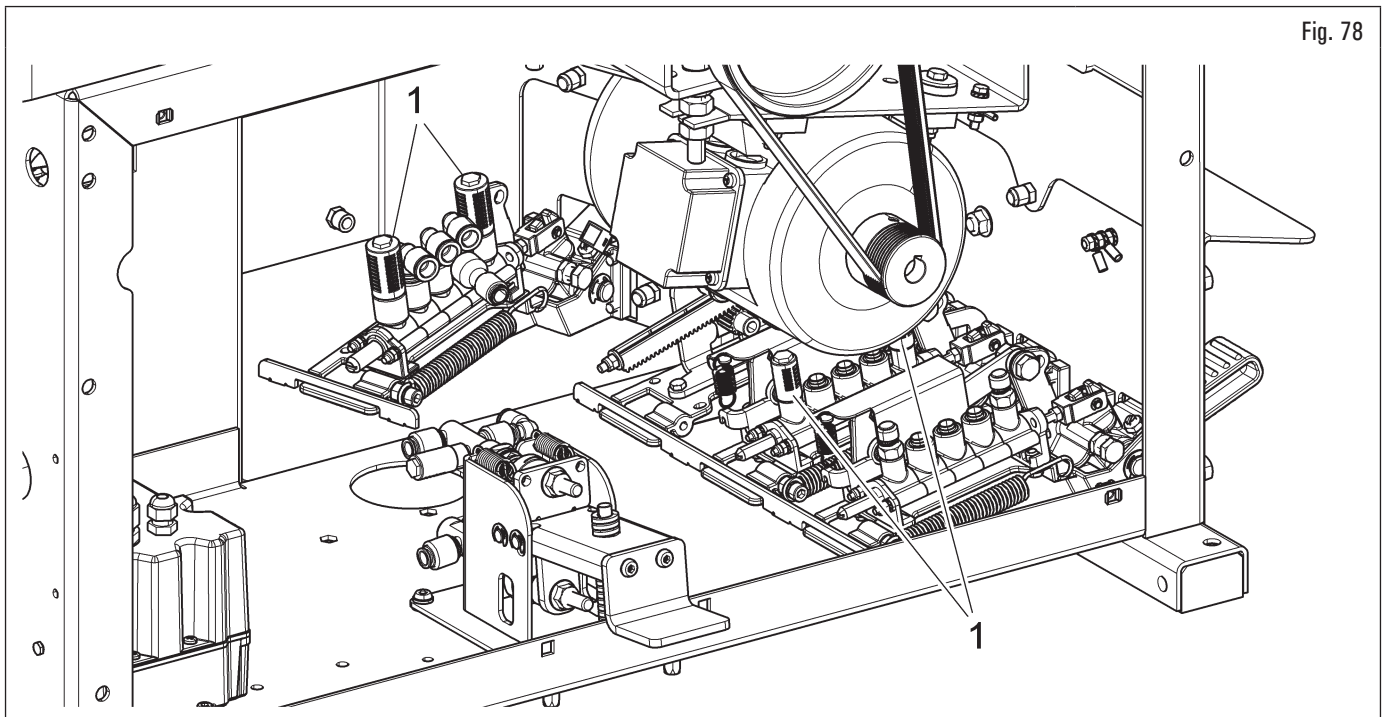

Fig. 78
- Limpieza y/o sustitución de silenciadores (Fig. 78 ref. 1):
2. destornillar los silenciadores (Fig. 78 ref. 1) ubicados en los distribuidores de accionamiento pedales de mando autocentrante y destalonador;